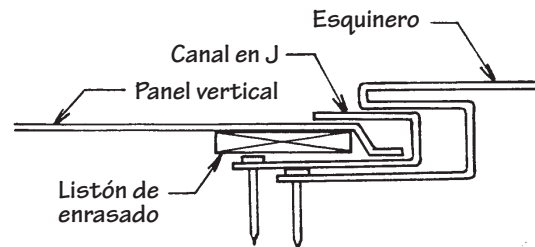

Figura 59.
- Si se corta el panel en la parte inferior de la muesca en V, insértelo en el canal en J. Debe proporcionarse un listón de enrasado antes de la inserción del panel. Esto evitará que se suelte el panel (Figura 59).